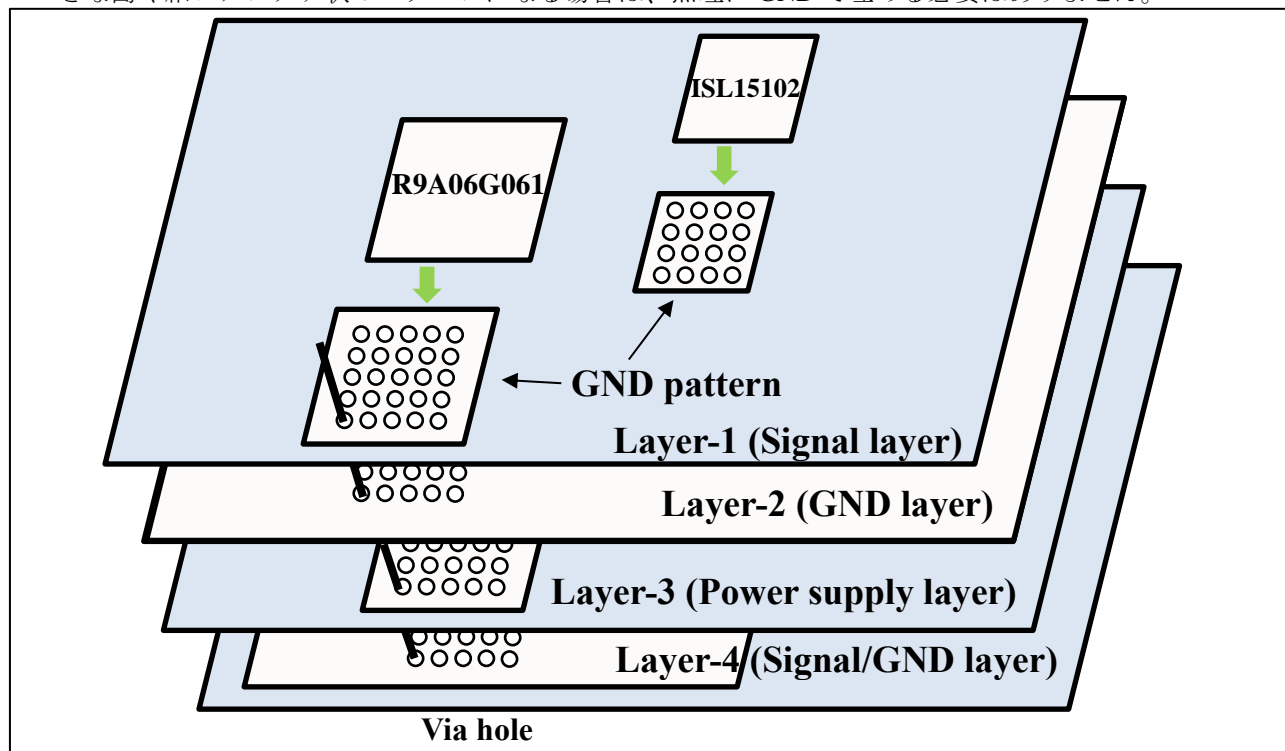

Figure 2-11 PLC ボードの PCB 層構造と GND パターンの例
- ・ Figure 2-11 に示す様に、PLC ボードの PCB 基板の層構成で電源層を構成することを推奨します。